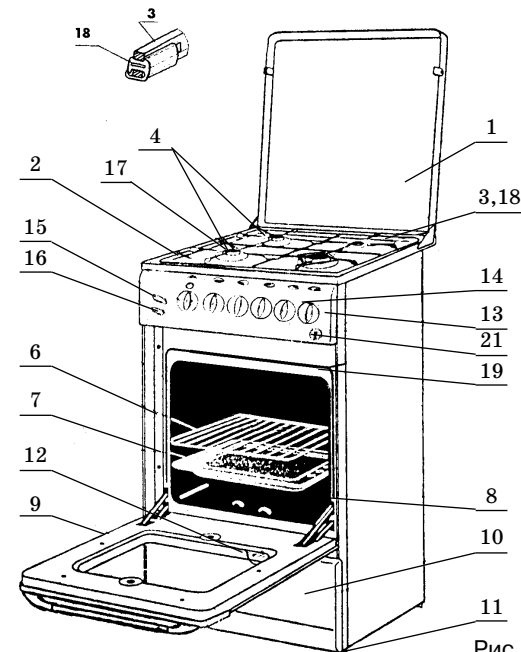

Рис. 1
Рис. 1а
Рис. 1б
● **замена сопел горелок стола рис. 1а.**
б) с помощью торцевого ключа S7 замените сопла в соответствии с таблицей 2 «Характеристики горелок и сопел» см. рис. 1а.
5.1 Плита, различных исполнений, указанных в таблице 1, изображена на рис. 1.
5.3 На столе плиты для установки посуды имеется решетка поз. 18 рис. 1.